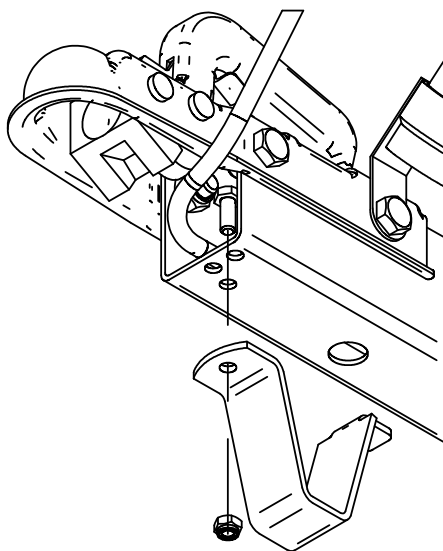

Рис.4
6.2.1 Снять удлинитель дышла с кронштейнов. Снять опору с дышла прицепа рис.4.